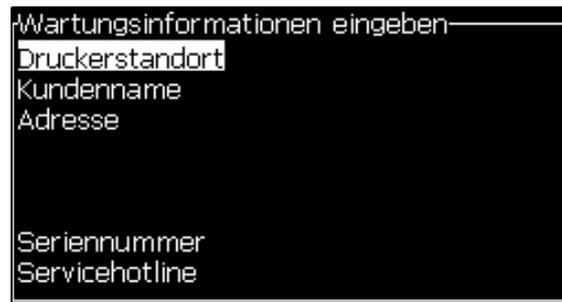

Abbildung 4-23: *Dialogfeld Enter Service Information (Wartungsinformationen eingeben)*
- 2 Wählen Sie die Option *Enter Service Information (Wartungsinformationen eingeben)* und drücken Sie die Taste *Enter*. Das Dialogfeld *Enter Service Information (Wartungsinformationen eingeben)* erscheint (siehe Abbildung 4-23).